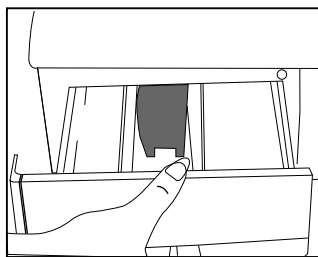

Рис. 1
- Выдвиньте отсек для порошка до упора (рис. 1),